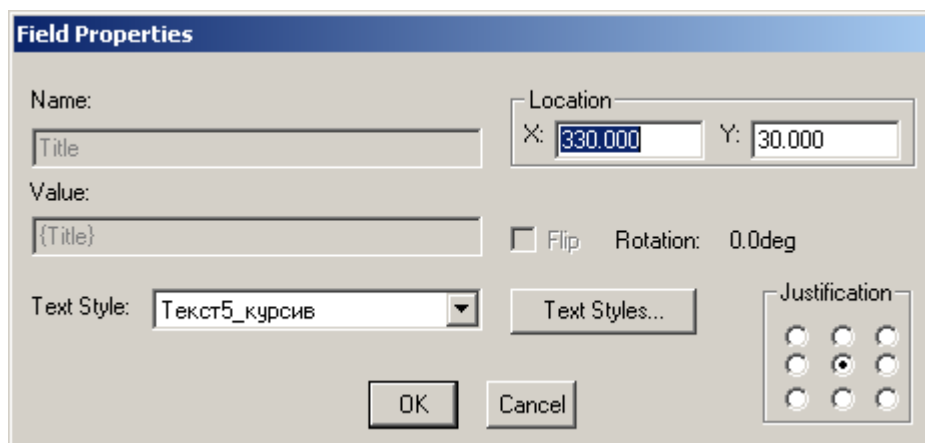

Рис. 8 Задание свойств поля
- 4.8 Поле **{Title}** необходимо выровнять по центру. Для этого щелкните два раза по этому полю. Перед вами появится окно редактирования свойств поля (рис. 8). В поле **Justification** (выравнивание) установите точку посередине. Теперь независимо от введенной надписи она будет выравниваться по центру.